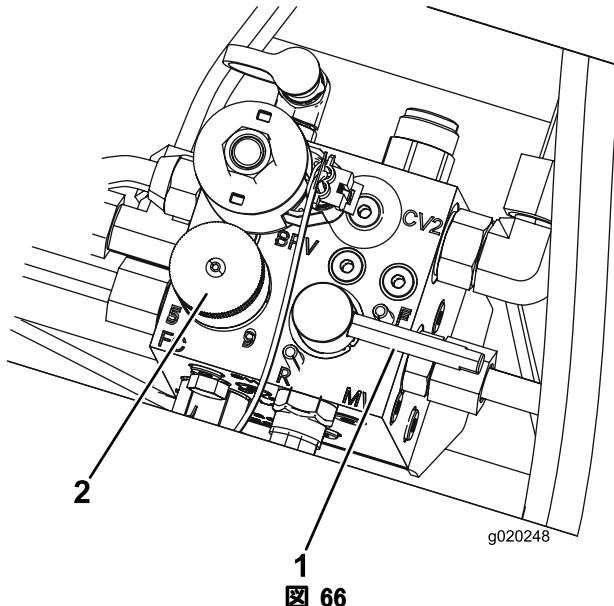

図 66
- リール速度コントロールを 1 にセットする(図 66)。
- バックラップレバーを逆転 (R) 位置にセットする(図 66)。